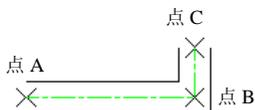

图 4.2.3 绘制多线
多线样式设置后，就可使用当前多线样式绘制多线。下面就以图 4.2.3 所示的多线为例讲解其绘制的一般操作步骤。
Step4. 绘制多线。依次单击图 4.2.3 所示的点 A、点 B 和点 C，按 Enter 键结束绘制。